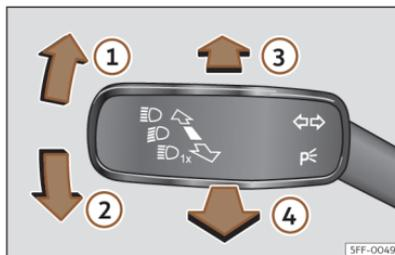

Fig. 100 Palanca de intermitentes y de luz de carretera (según versiones).
- Desde la posición base, pulse hacia delante la palanca de los intermitentes y luz de carretera >>> **fig. 100 ③**.
- **O BIEN:** si el asistente de luz de carretera está conectado, tire hacia atrás de la palanca de los intermitentes y de luz de carretera >>> **fig. 100 ④**.